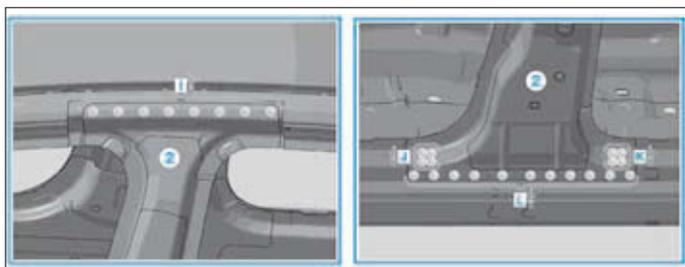

FIG. 85
- Poser le montant B (2), l'ajuster et le fixer (Fig.85).
- Riveter le montant B (2) avec un rivet :